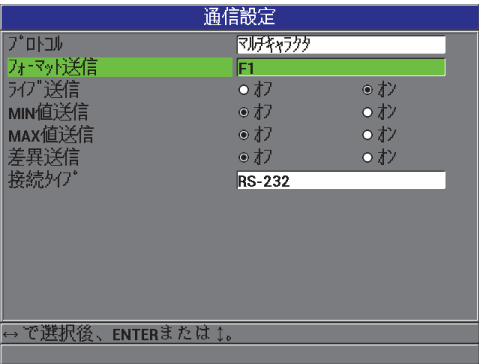

図 6-4 通信設定画面 — RS-232
1. 測定画面で、[設定メニュー] を押した後、通信を選択して、通信設定画面を表示します（104 ページ図 6-4 参照）。